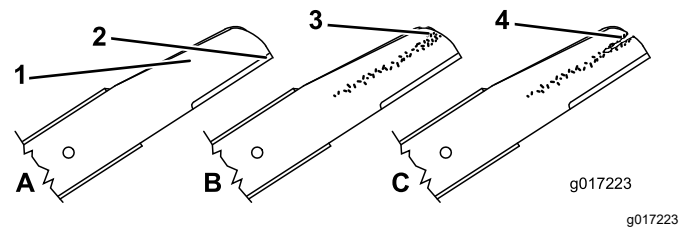

Bild 27
1. Untersuchen Sie die Schnittkanten (Bild 27). Bauen Sie die Schnitmesser aus und schärfen oder tauschen sie aus, wenn die Kanten nicht scharf sind oder Kerben aufweisen.
2. Prüfen Sie die Schnitmesser, insbesondere den gebogenen Bereich (Bild 27). Wenn Sie Schäden, Verschleiß oder Rillenbildung in diesem Bereich feststellen, sollten Sie sofort ein neues Schnitmesser einbauen.